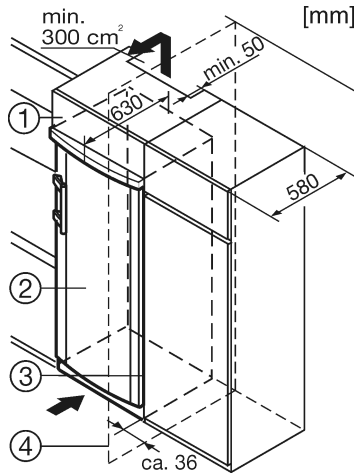

Fig. 7
- (1) Overskab
- (2) Apparat
- (3) Køkkenskab
- (4) Væg
Køkkenindretningen kan anbringes omkring apparatet. For at tilpasse apparatet Fig. 7 (2) til køkkenhøjden, kan der anbringes et passende overskab Fig. 7 (1) oven på apparatet.
Ved integration med normerede køkkenskabe (dybde maks. 580 mm) kan apparatet stilles op direkte ved siden af køkkenskabet Fig. 7 (3). Apparatets dør rager i siden 34 mm og i apparatets midte 50 mm frem i forhold til køkkenskabfronten. Således kan den åbnes og lukkes uden vanskeligheder.
Hvis apparatet opstilles med hængslerne ved siden af en væg Fig. 7 (4), skal afstanden mellem apparatet og væggen være mindst 36 mm. Dette svarer til håndtagets udhæng ved åbnet dør.